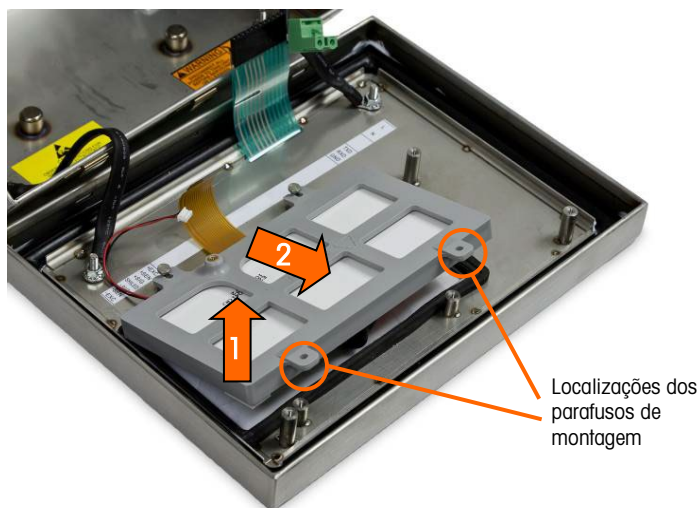

Figura 5-16: Parafusos de montagem do módulo de display
1. Desparafuse e remova os dois parafusos que fixam o módulo do display ao gabinete. As posições do parafuso são identificadas na Figura 5-16.
3. Coloque o módulo do display LCD no suporte de display com os chicotes de display e a backlight orientados conforme mostrado na Figura 5-16.
6. Instale os dois parafusos que fixam o módulo do display ao gabinete. Os parafusos são identificados na Figura 5-16.